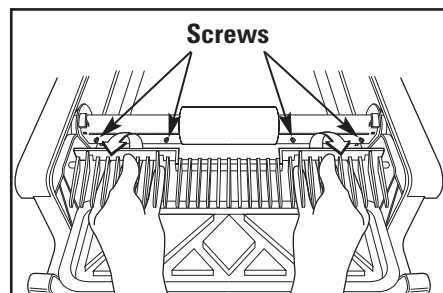

Fig. 12
- Placer les doigts sous le râteau et le tirer doucement vers le haut et hors de l'appareil vers le couvercle du compartiment du contenant à déchets jetable. Les encoches de la barre du râteau se dégagent des vis du boîtier du râteau (fig. 12).